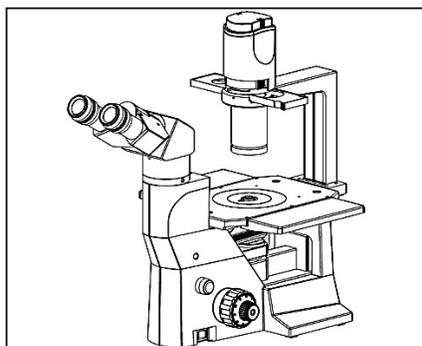

Fig. 1
- Para evitar posibles peligros eléctricos al reemplazar un foco de halógeno, girar primero el interruptor principal del microscopio a la posición APAGADO y desconectar el cable de alimentación del tomacorriente de pared. Siempre que se vaya a reemplazar el foco del microscopio, dejar que el portalámparas y el foco se enfríen antes de tocarlos (Fig. 1).